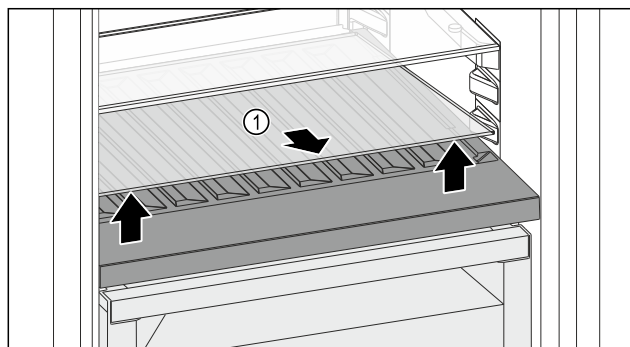

Fig. 156
- Повдигнете стъклената плоча Fig. 156 (1) при прореза отпред и извадете.
- Съхранявайте стъклената плоча Fig. 156 (1) на сигурно място извън уреда.